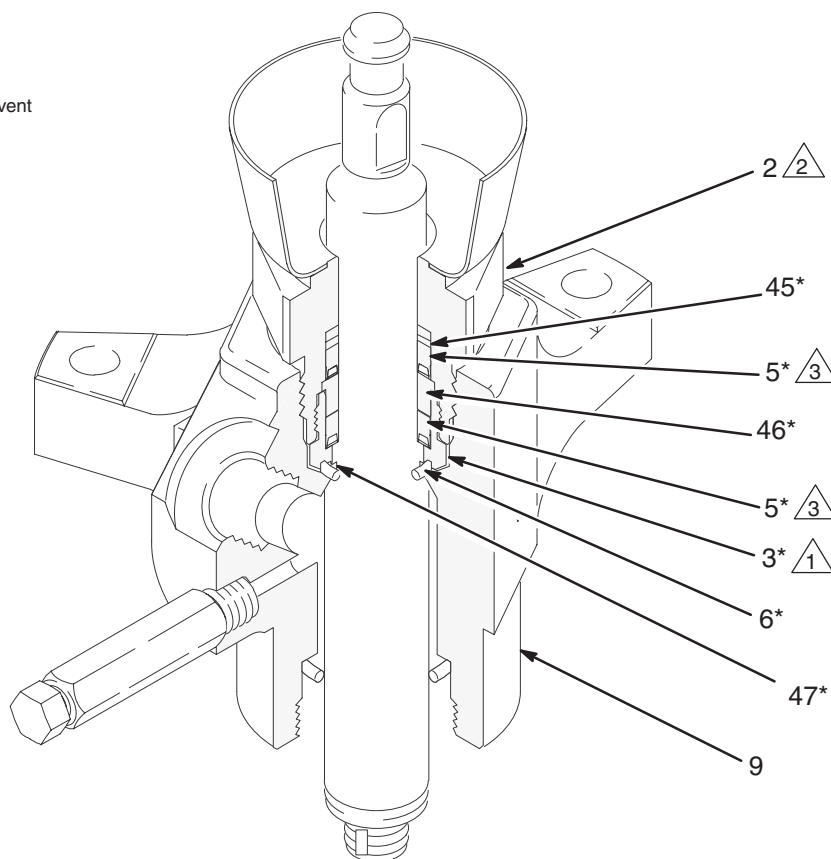

Fig. 3
2. Voir Fig. 3. Dévisser l'écrou (2) en utilisant une clé à tube. Enlever le joint torique (6) et la rondelle (47) du bas du carter de presse-étoupe (3) ou de la section sortie (9).
3. Placer les méplats de l'écrou de presse-étoupe dans un étau (2). Dévisser le carter de presse-étoupe (3) et le mettre au rebut ainsi que les joints. Sortir la rondelle (46), le joint (5) et la rondelle d'appui (45) de l'écrou du presse-étoupe.
4. Le kit presse-étoupe est préassemblé. Visser le kit sur l'écrou (2) en veillant à ce que la rondelle d'appui (45*), le joint (5*) et la rondelle (46*) soient correctement positionnés en haut du corps de presse étoupe (3*), avec les lèvres de la garniture orientées vers le bas. Serrer le corps du presse-étoupe (3*) à 97–106 N.m. Voir Fig. 3.
6. Visser l'écrou de presse-étoupe (2) sur le carter de sortie (9). Serrer à 190–217 N.m.
- △2 Joints de presse-étoupe (voir Fig. 3).